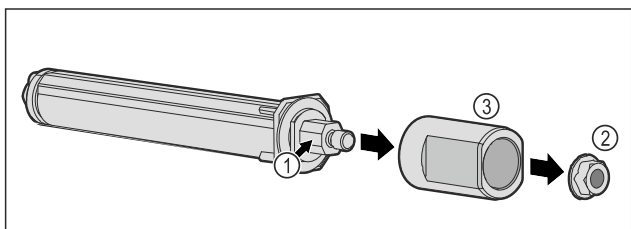

Fig. 58
- Neizjauciet durvju slēgšanas sistēmu Fig. 58 (1).
- Noņemiet uzgriezni Fig. 58 (2).
- Noņemiet čaulu Fig. 58 (3).